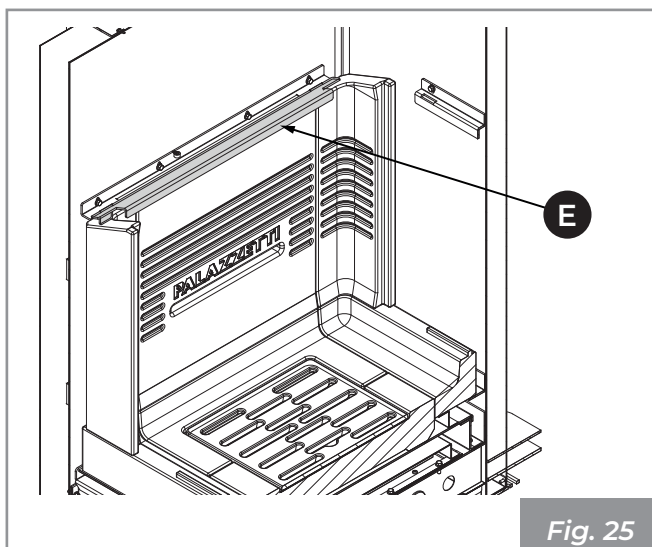

Fig. 25
- 9) Appliquer le support de blocage supérieur (E) qui alignent la paroi arrière sur les plaques angulaires (Fig. 25).